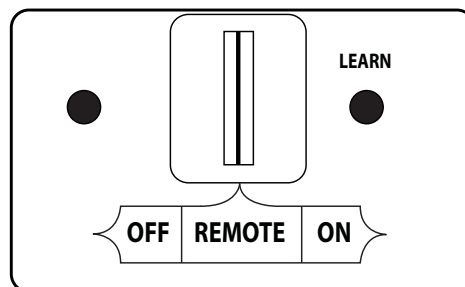

Fig. 36-2 Détail récepteur de télécommande (REMOTE)
1. Assurer la veilleuse est allumée. Ensuite, localisez le commutateur à 3 positions sur le récepteur de la télécommande (voir Fig. 36-2), Et faites glisser le commutateur sur la position **REMOTE**.